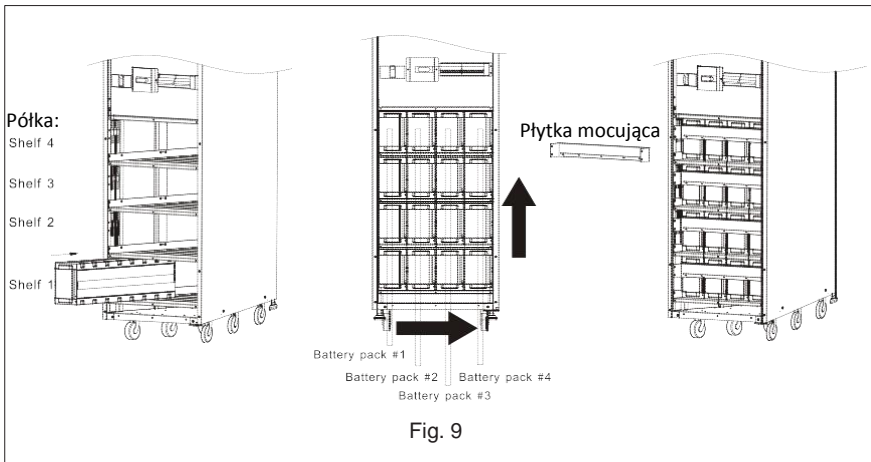

Fig. 9
4. Umieść zestawy baterii do obudowy w kolejności od lewej do prawej oraz od dołu do góry oraz pokrywą każdej półki odpowiednio przymocowaną (patrz Fig. 9) (proszę odnieść się do Fig.4 dla odpowiednich zestawów baterii).